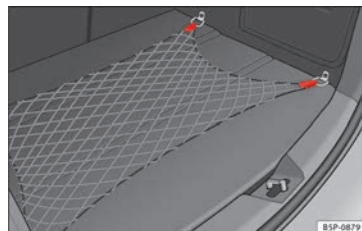

Fig. 111 Red portaobjetos del maletero.
- Utilice las anillas de amarre existentes en los laterales del maletero para fijar la red portaobjetos » **fig. 111.**